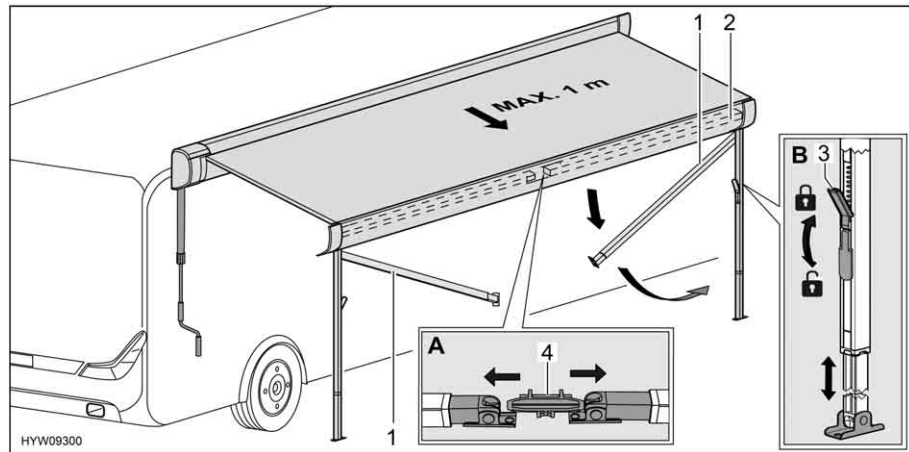

Fig. 50 Preparazione dei montanti di supporto
- Sbloccare i montanti di supporto (Fig. 50,1) dal supporto (Fig. 50,4) nel listello anteriore (Fig. 50,2). A tale scopo, premere leggermente verso l'esterno i montanti di supporto (Fig. 50,A).
- Allentare i bloccaggi (Fig. 50,3) dei montanti di supporto. A tale scopo, ripiegare la leva di serraggio verso il basso.
- Estrarre la parte inferiore dei montanti di supporto fino alla lunghezza desiderata (Fig. 50,B).
- Chiudere i bloccaggi (Fig. 50,3) dei montanti di supporto. A tale scopo, tirare verso l'alto la leva di serraggio.